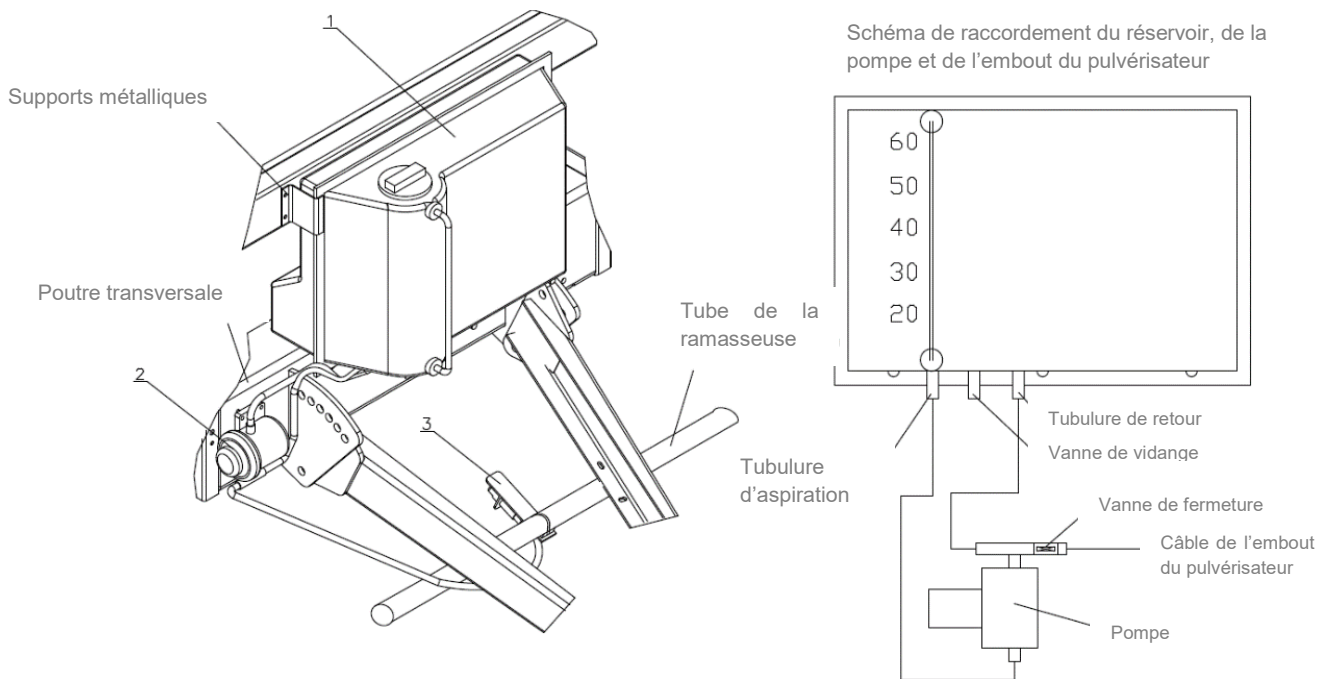

Figure 18. Applicateur d'ensilage
L'applicateur est situé à l'endroit indiqué sur la figure 18. Si vous achetez l'applicateur après l'achat de la machine, vous pouvez l'installer vous-même (en vérifiant au préalable la complétude de l'achat), auprès d'un revendeur agréé ou du service du fabricant.
Commencer le montage de l'ensemble de l'applicateur en montant la pompe (2) sur la poutre transversale à l'endroit indiqué sur le schéma (Figure 18).